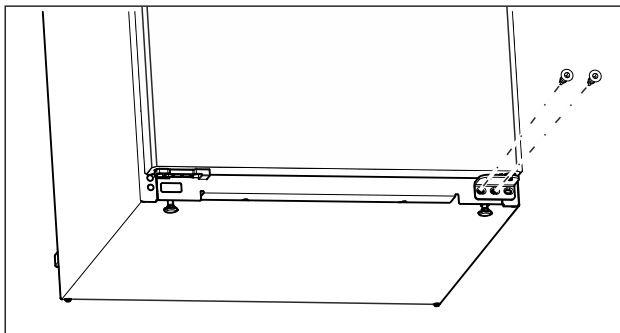

Fig. 6
- Desatornillar el tornillo central en el soporte del cojinete inferior con un destornillador Torx 20. (consulte Fig. 6)
- Desatornillar el tornillo interior en el soporte del cojinete inferior con un destornillador Torx 20. (consulte Fig. 6)